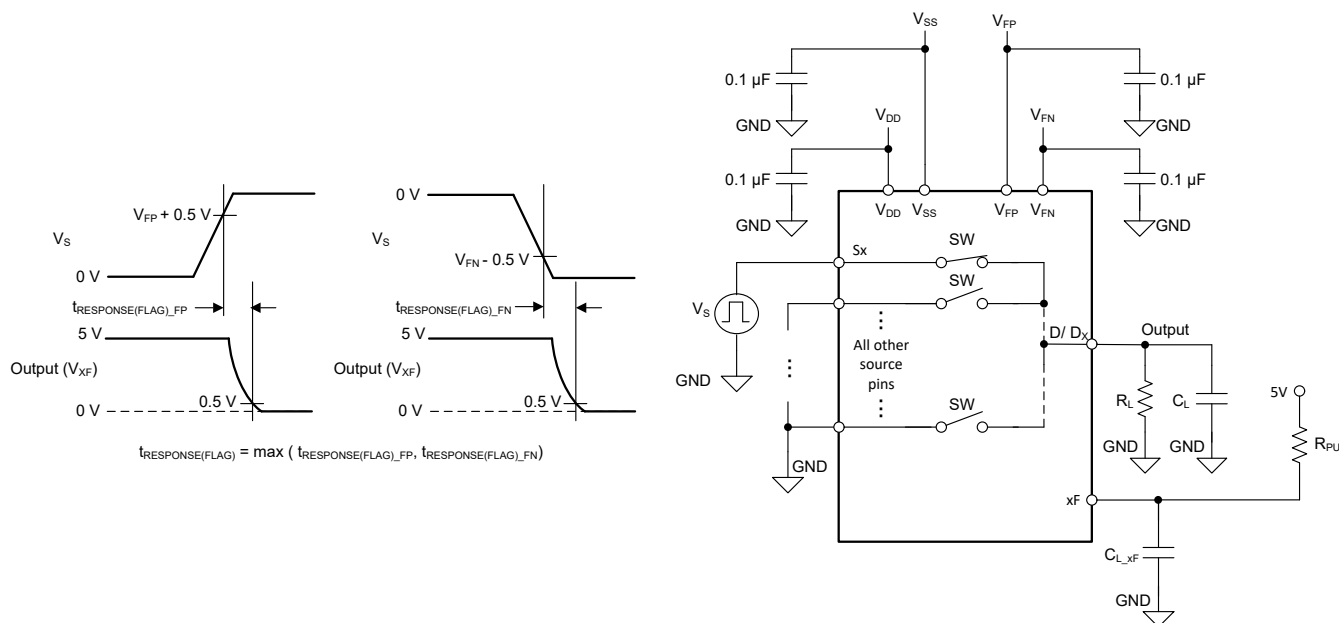

图 7-11. 故障标志响应时间测量设置
故障标志响应时间 ($t_{\text{RESPONSE(FLAG)}}$) 可测量电源电压超出故障电源电压 (V_{FP} 或 V_{FN}) 的值大于 0.5V, 与通用故障标志 (FF) 引脚或特定故障标志 (SF) 引脚低于其原始值 10% 之间的延迟。图 7-11 展示了用于测量 $t_{\text{RESPONSE(FLAG)}}$ 的设置。